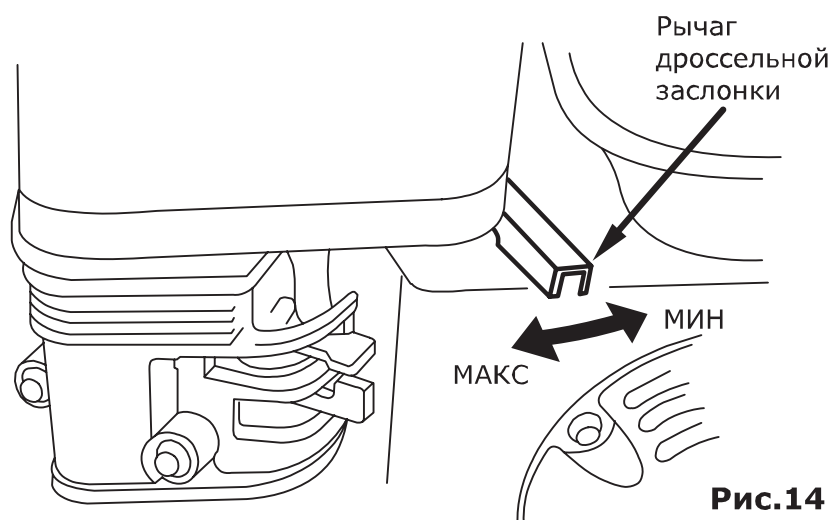

Рис.14
- Поставьте рычаг дроссельной заслонки на 1/3 хода в сторону положения «МАКС» (рис. 14).
- После прогрева двигателя поставьте рычаг дроссельной заслонки в положение «МАКС» для самозаполнения шлангов. Число оборотов двигателя и соответственно производительность мотопомпы регулируется изменением положения рычага дроссельной заслонки (рис. 14).